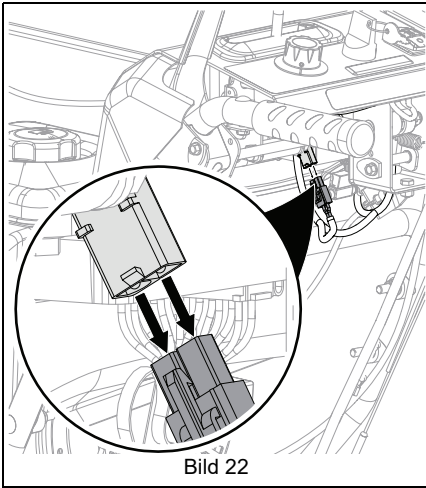

Bild 22
1. Koppla ur batterikontakten. Se Bild 22.
4. Anslut batterikontakten igen när batteriet är klart för användning. Se Bild 22.